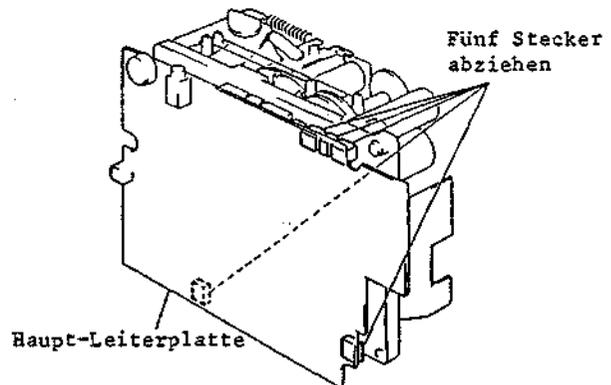

Abb. 2-19 Ausbau der Haupt-Leiterplatte und des Schaltreglers
- 2-4 Ausbau der Haupt-Leiterplatte und des Schaltreglers (Abb. 2-19, 2-20, 2-21)